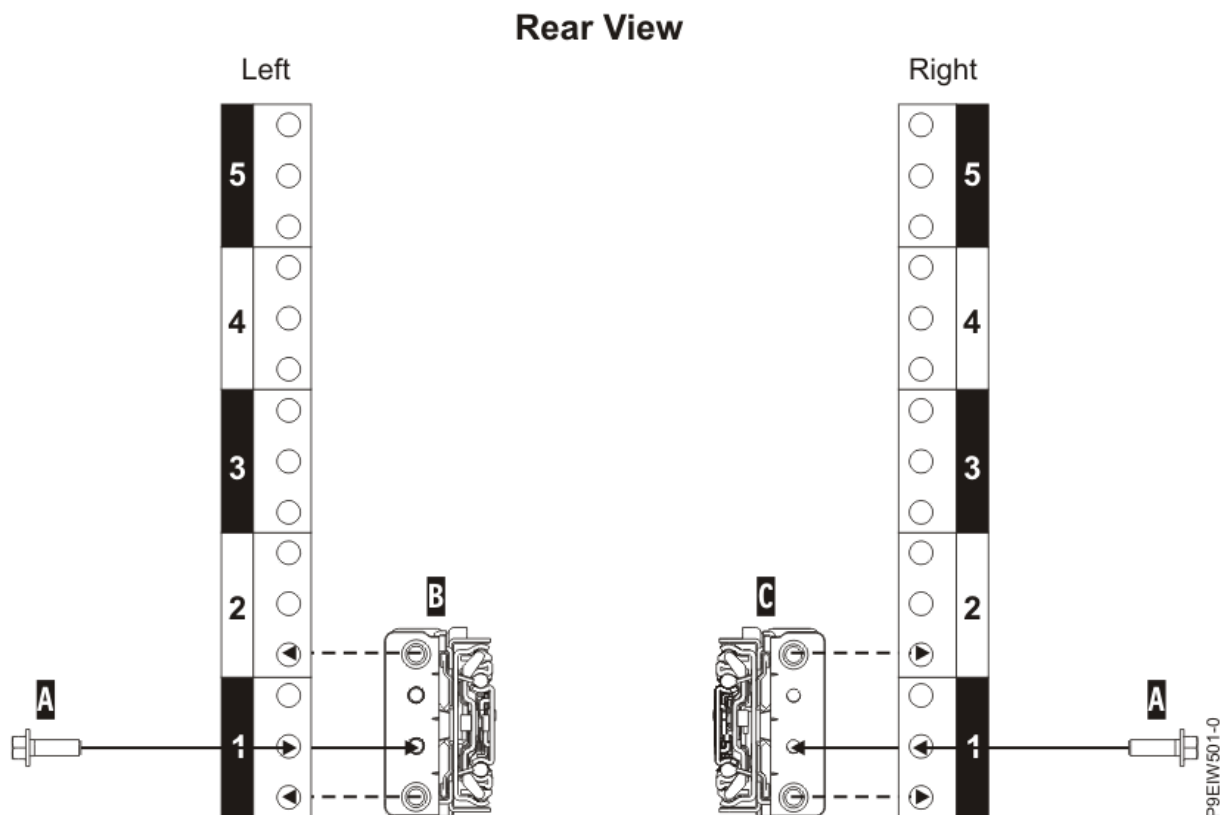

Figura 3. Atașarea șinelor de glisare în partea din spate a dulapului
10. Atașați șina de glisare din stânga (**B**) și șina de glisare din dreapta (**C**) cu un șurub M5x16mm (**A**), după cum se arată în Figura 3 la pagina 4. Inserați și strângeți fiecare șurub în orificiul filetat al flanșei, aflat în orificiul din mijloc al unității EIA de la cel mai jos nivel.